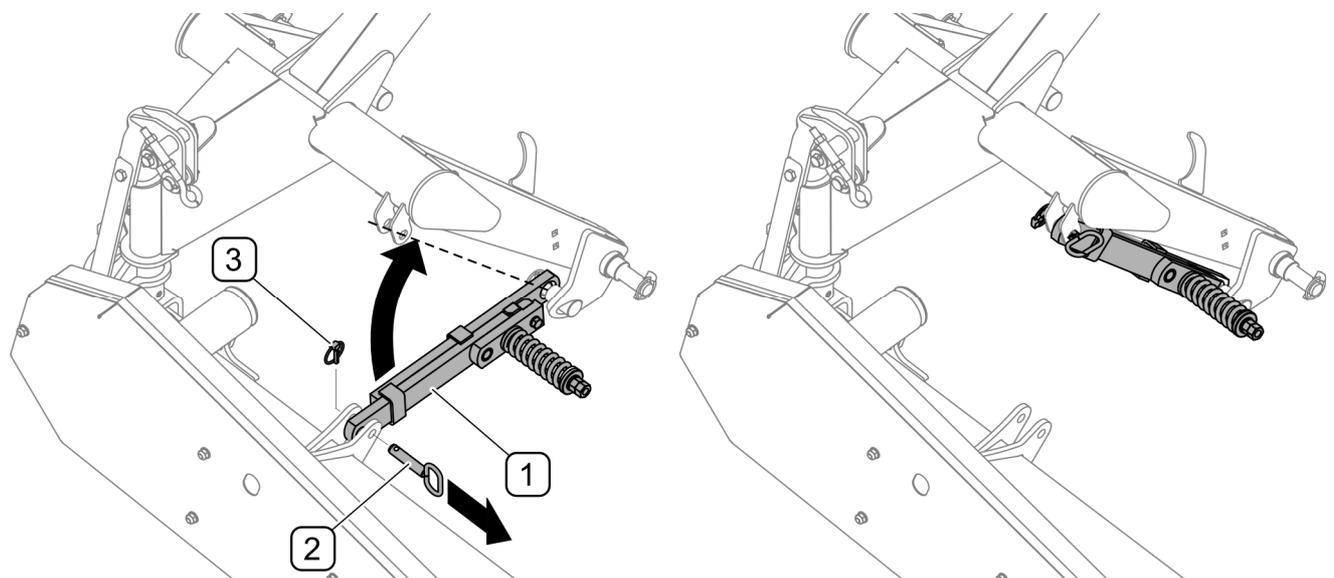

FIGURE 4.5 Démontage le crochet de sécurité
- déverrouiller et retirer la broche du crochet de sécurité (2) (FIGURE 4.5)
- soulevez le crochet de sécurité (1) et placez-le dans le support du cadre et fixez-le avec un boulon (2) avec une goupille fendue (FIGURE 4.5)